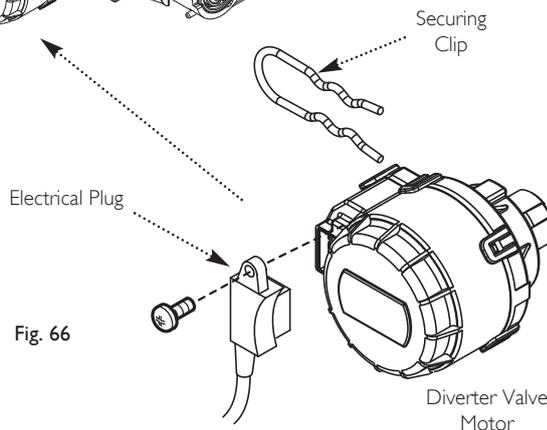

Fig. 66
13.18 Diverter Valve Motor (Fig. 66)